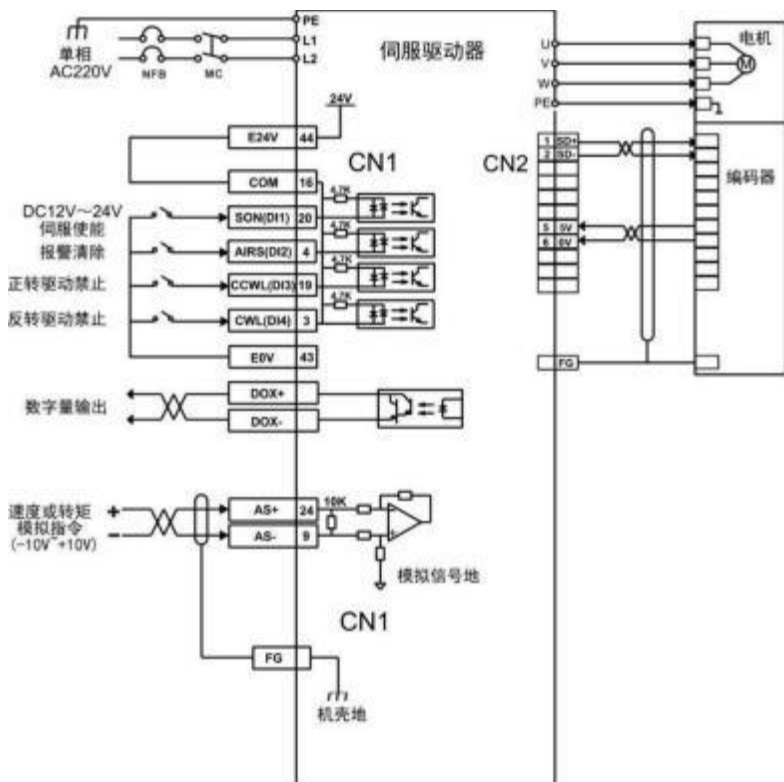

图5.4 速度模式接线图
- 3) 参考图5.4配线说明连接CN1端子中的所需的DI/DO信号，如同伺服使能，报警清除，定位完成信号等。